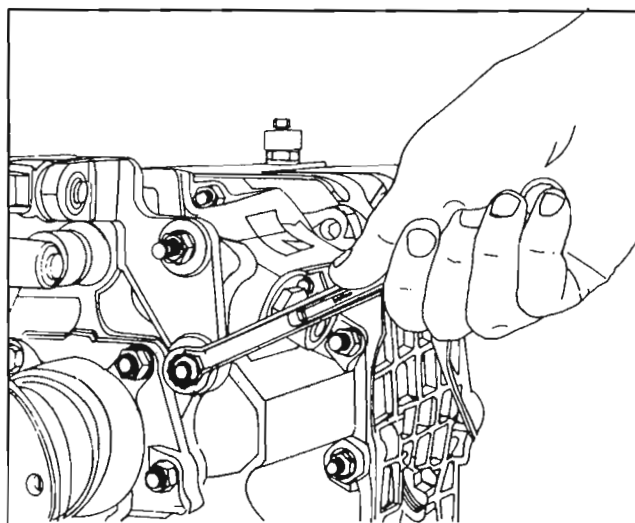

Fig. 4
Destornille las tuercas y afloje el soporte del brazo de extensión (150). *Fig. 4*